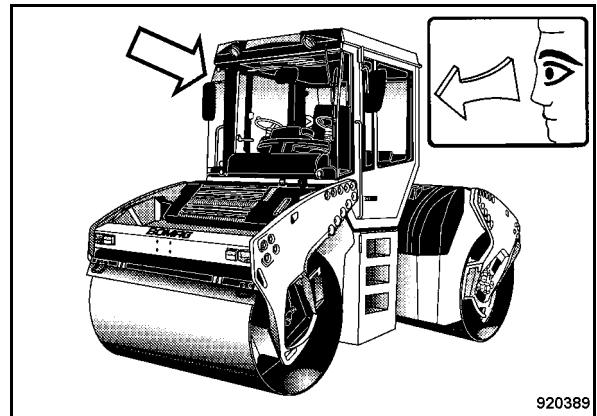

Fig. 177
- Controllare se la cabina, e in particolare la struttura del ROPS (Fig. 177) presenta screpolature, corrosione o danni oppure se mancano elementi di fissaggio.